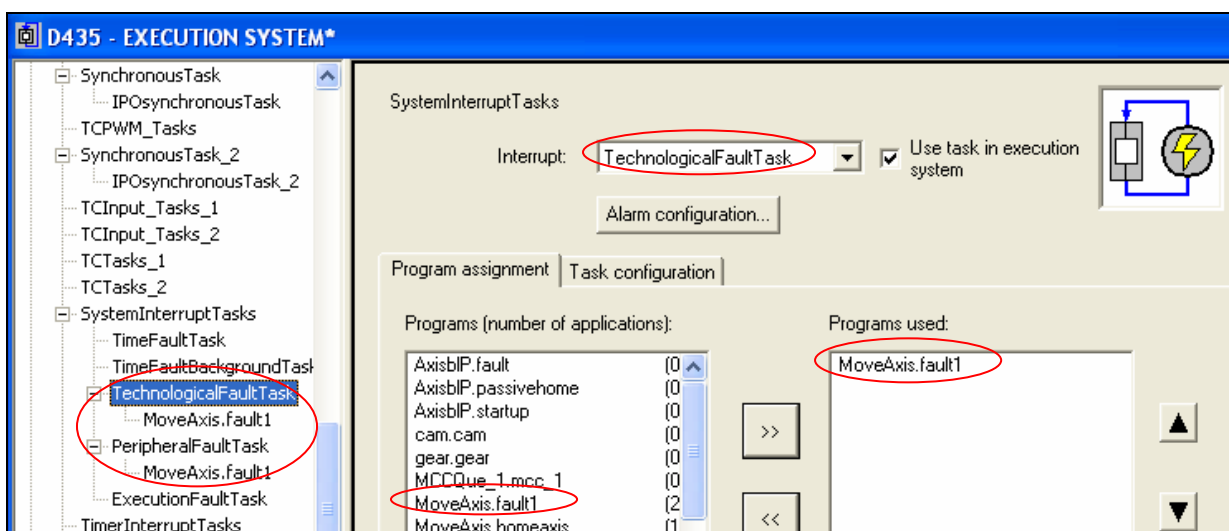

图. 41
(9) 新建一个错误处理程序“MoveAxis.fault1”。
(10) 将错误处理程序分配到相应的错误处理任务中，分配如图 41。